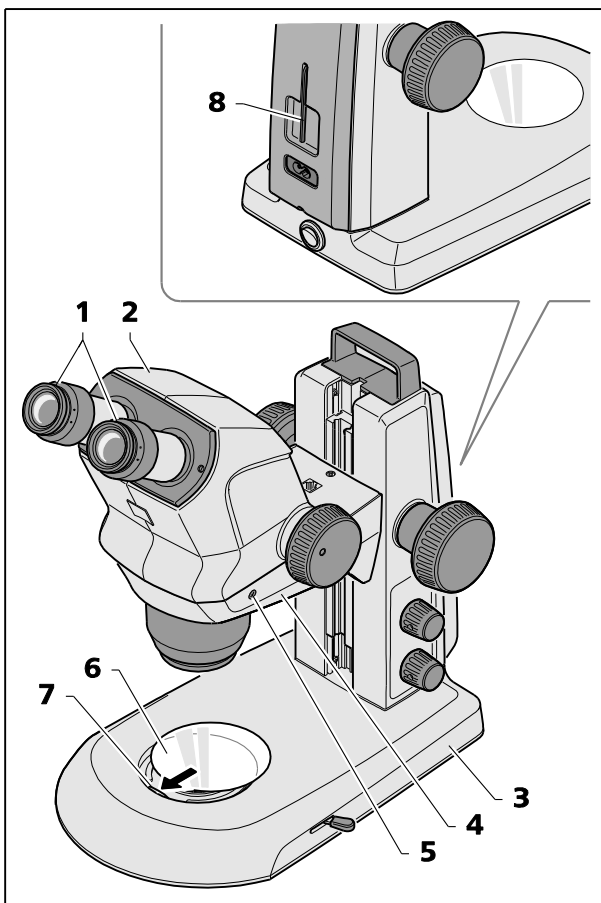

Abb. 6 Stereomikroskop installieren
- Stativ (Abb. 6/3) auf einer ebenen, festen Oberfläche platzieren.
- Wurde der Körper des Stemi 508 (Abb. 6/2) noch nicht installiert, diesen in die Stemi Aufnahme (Abb. 6/4) einsetzen, ausrichten und mit der Klemmschraube (Abb. 6/5) sichern. Der entsprechende Innensechskantschlüssel (Abb. 6/8) befindet sich in der Stütze an der Geräterückseite.
- Wenn die beiden Okulare (Abb. 6/1) noch nicht eingesetzt wurden, beide bis zum Anschlag in den Okulartubus einschieben.
- Glas- oder Kunststoffplatte S/W (Abb. 6/6) in die Fassung am Stativfuß einsetzen. Zu diesem Zweck die Glas- oder Kunststoffplatte S/W gegen die Feder (Abb. 6/7) drücken, bis sie einrastet.